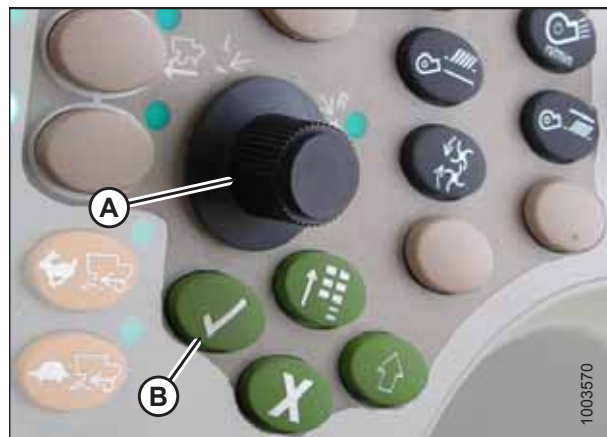

Figura 3.416: Consola de control de la cosechadora John Deere
7. Seleccione PLATAFORMA en el recuadro (A) al desplazarse hacia abajo hasta el recuadro con la perilla de desplazamiento, y luego presionar el botón de marca de verificación (la perilla y el botón se muestran en la Figura 3.416, página 246).
8. Desplácese hacia abajo al ícono inferior derecho que se asemeja a una flecha en un diamante (B) y presione el botón de marca de verificación para seleccionarlo.